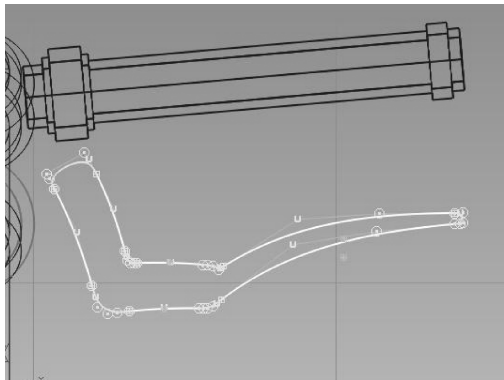
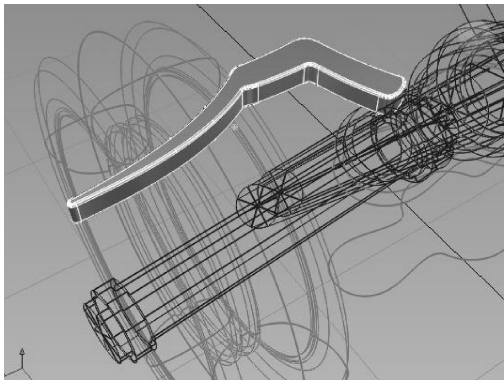

图 10-65 生成截面曲线
图 10-66 闭合并倒角
- 04 选择【Edit Point Curve】工具, 生成如图 10-65 所示的手制动器截面曲线，然后选择【Draft/flange】工具拉伸出面，闭合并倒角，如图 10-66 所示。